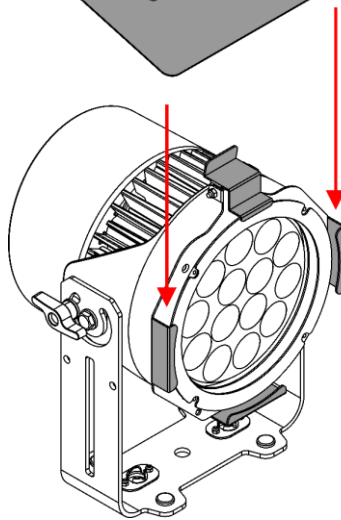

Fig. 10
- 03) Inserte el Barndoor en el soporte de accesorios (Fig. 10).